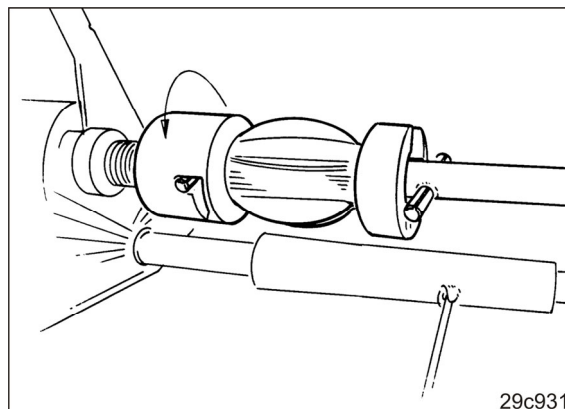

Fig. 209
3. Deaktivering af såakslen i venstre side (Fig. 209)